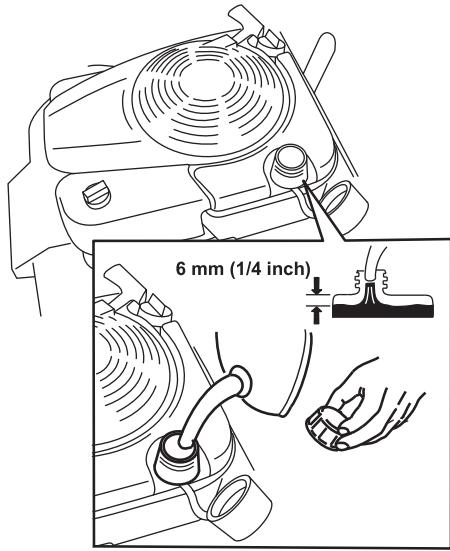

Figure 13
1. Nettoyez la surface autour du bouchon du réservoir de carburant et enlevez le bouchon (Figure 13).
2. Faites le plein de carburant en prenant soin de laisser un espace vide d'eau au moins 6 mm (1/4 po) sous le bas du goulot pour permettre à l'essence de se dilater (Figure 13).